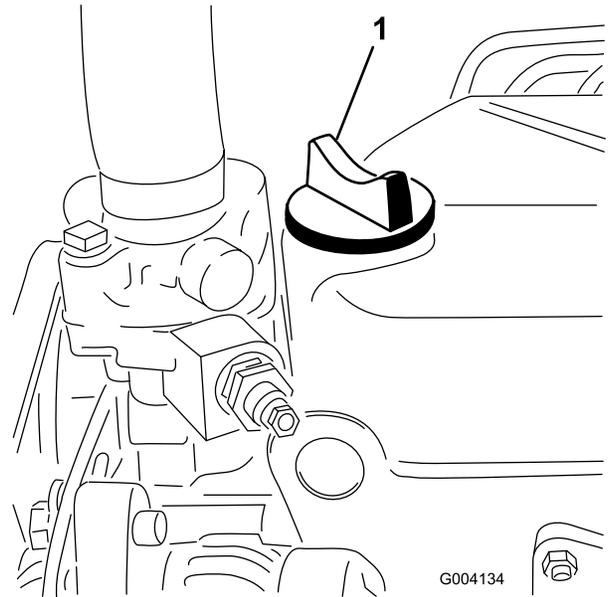

图49
5. 如果油位低于“已满”标记应取下加油盖图49添加机油直至油位达到量油尺上的“已满”标记。